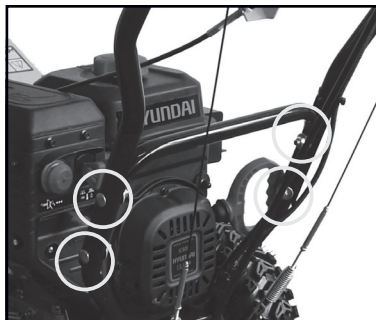

Рис. 2
- Соедините часть приборной панели и нижней рукоятки снегоуборщика болтами в местах показанных на рис. 2.